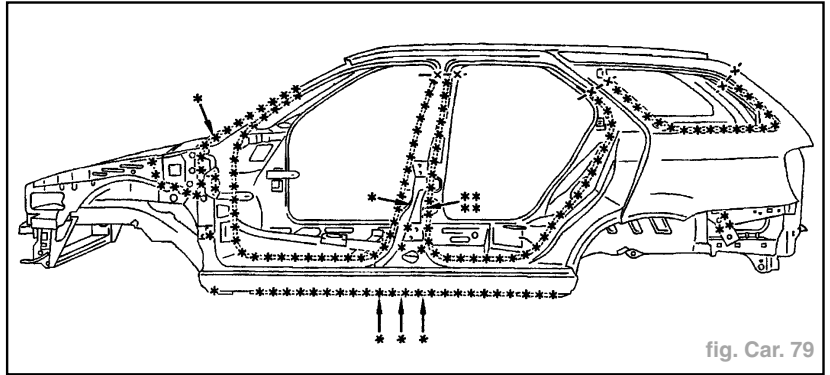

fig. Car. 79
- Tracer puis découper à l'aide d'une scie (fig. Car. 79).
- Souder par points "bouchon" MAG (fig. Car. 79, 80, 81 et 82).